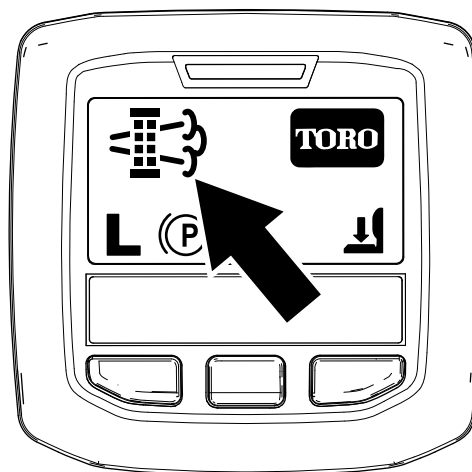

Figura 52
- Cuando el ordenador del motor solicita una regeneración con la máquina aparcada o una regeneración de recuperación, aparece el icono de solicitud de regeneración (Figura 52) en el InfoCenter.